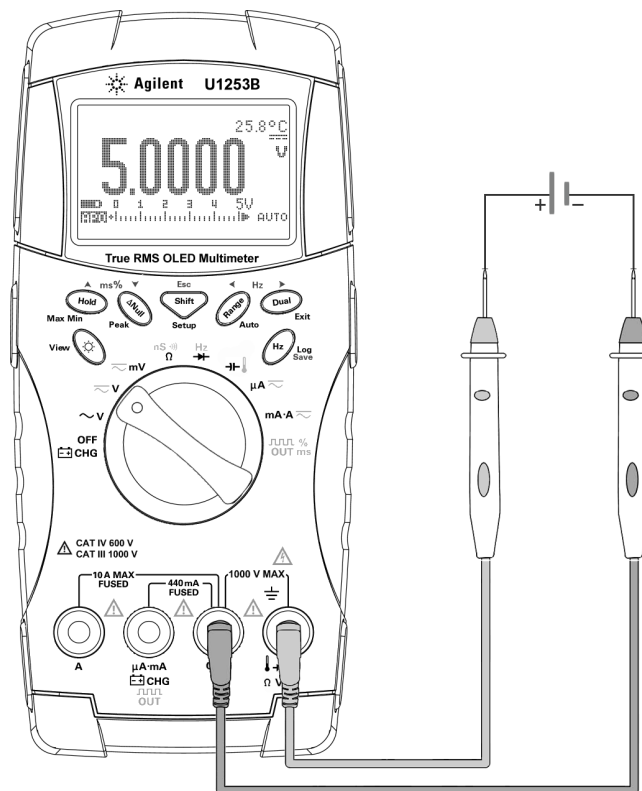

Figura 2-2 Medida de tensão DC
- 3 Conecte os fios de teste vermelho e preto aos terminais de entrada V,mV (vermelho) e COM (preto) respectivamente (consulte a Figura 2-2).